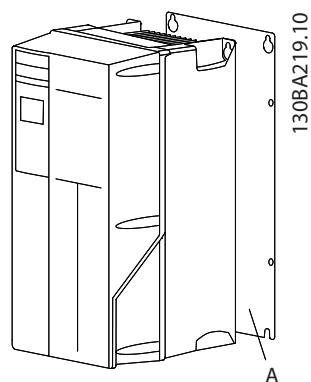
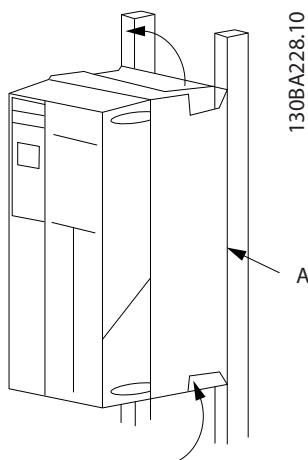

Рисунок 2.2 Правильная установка с использованием задней панели
Рисунок 2.3 Правильный монтаж с использованием реек
- Установите устройство на устойчивую ровную поверхность или прикрепите к optionalной задней панели для обеспечения циркуляции охлаждающего воздуха (см. Рисунок 2.2 и Рисунок 2.3).